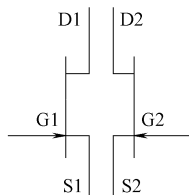

图 5-86 N 沟道结型场效应晶体对管电路符号
9. N 沟道结型场效应晶体对管电路符号 (见图 5-86)